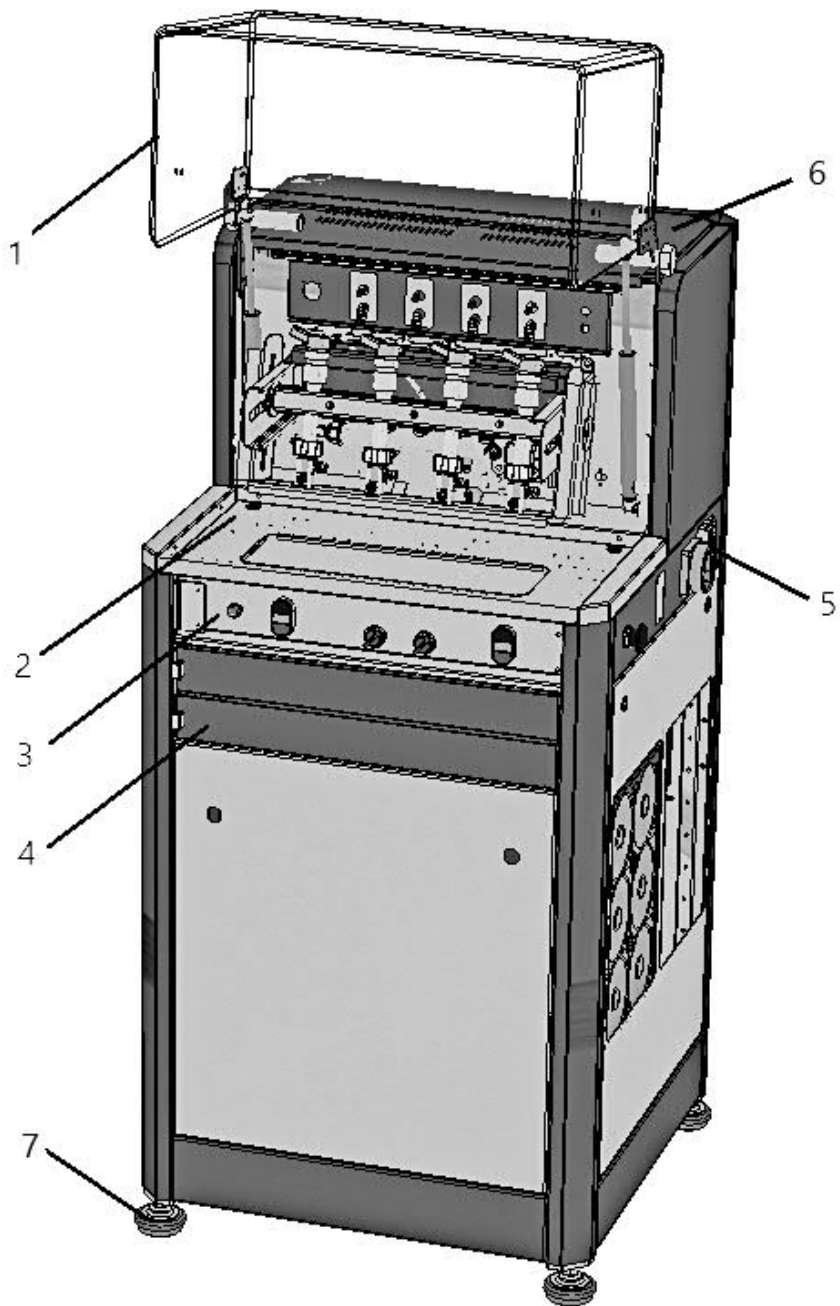

Рисунок 1.1 - Общий вид стенда Smart CRI
- снять крышку стенда шестигранным ключом 3мм. (6, рис. 1.1);